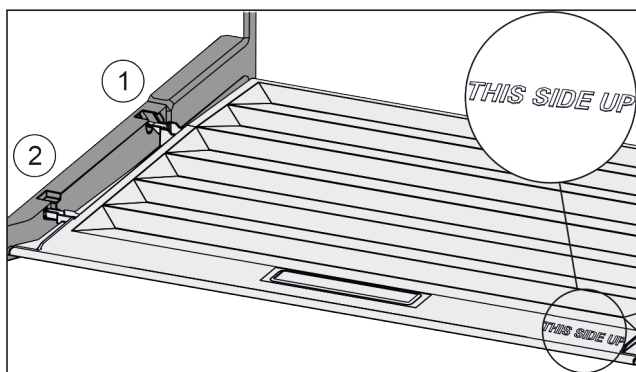

Fig. 98
- ▶ Introduceți nervura capacului prin orificiul suportului posterior Fig. 98 (1) și înclicetați-l în față în suport Fig. 98 (2).